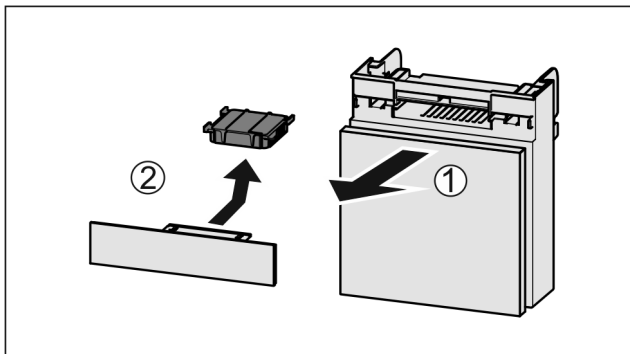

Fig. 116
- Pretinac izvucite Fig. 116 (1) prema naprijed.
- Izvadite filtara s aktivnim ugljenom Fig. 116 (2).